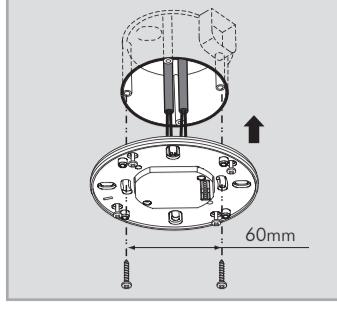

FIG. 8
3.4.1.3 Fixez le boîtier d'alimentation dans la boîte de jonction de la norme européenne à l'aide des 2 vis (Voir FIG.8).